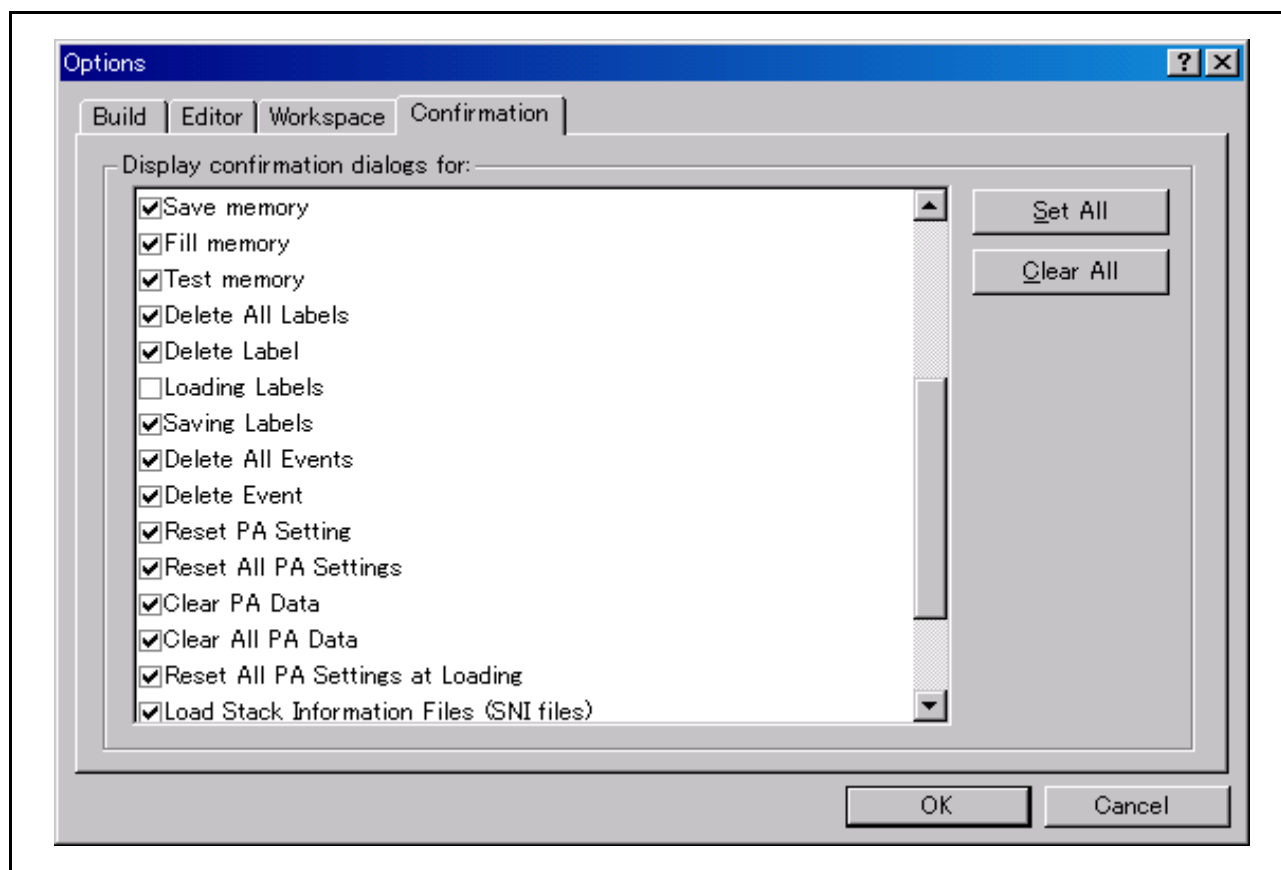

图 5.88 [Options]（选项）对话框
- 从主菜单选择 [Tools -> Options...]（工具 -> 选项...）打开 [Options]（选项）对话框后，从该对话框的 [Confirmation]（确认）页面（图 5.88）中，选中了 [Load Stack Information Files (SNI files)]（装入堆栈信息文件（SNI 文件））复选框。